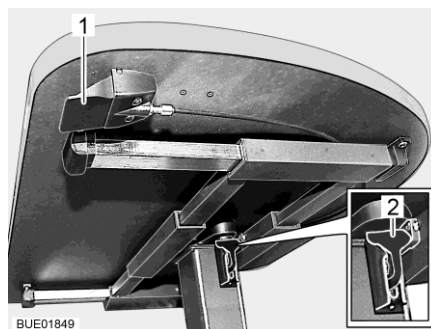

Bild 79 Lyftbord med frigöringsknapp
- Dra eller tryck låsarmen (Bild 79,2) nedåt.
- Tryck låsarmen (Bild 79,2) uppåt.
- Tryck på frigöringsknappen (Bild 79,1) och håll den intryckt. Bordsskivan åker själv upp till det övre ändläget.
- Släpp frigöringsknappen (Bild 79,1). Bordsskivan stannar i den valda positionen.
- Tryck på frigöringsknappen (Bild 79,1) och håll den intryckt.
- Släpp frigöringsknappen (Bild 79,1). Bordsskivan stannar i den understa positionen.